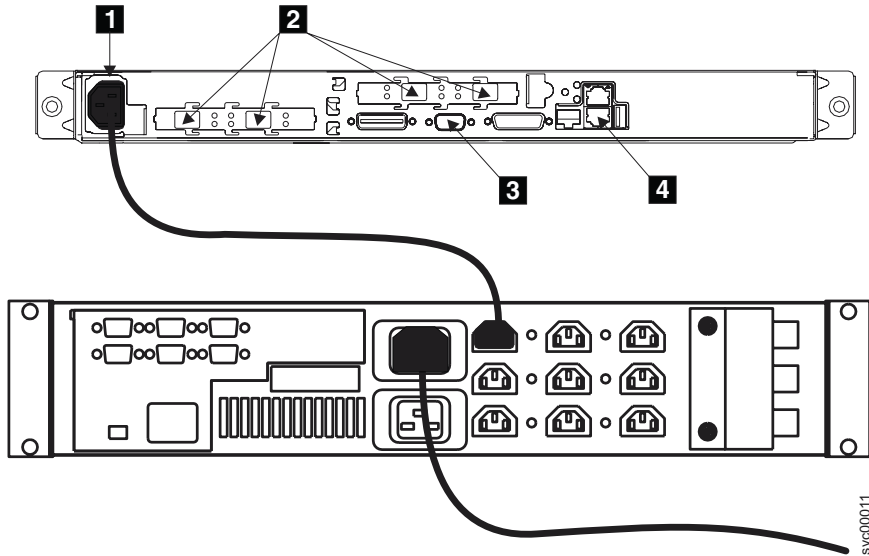

图 3. SAN Volume Controller 2145-4F2 和 2145 UPS 的电源线和信号插座
2. 确保将电源线插入 2145 UPS。同时，确保电源线另一端从 2145 UPS 连接至机架中的分配点。图 3 显示了 SAN Volume Controller 2145-4F2 和 2145 UPS 的接口。电源线接口如图中 **1** 所示。